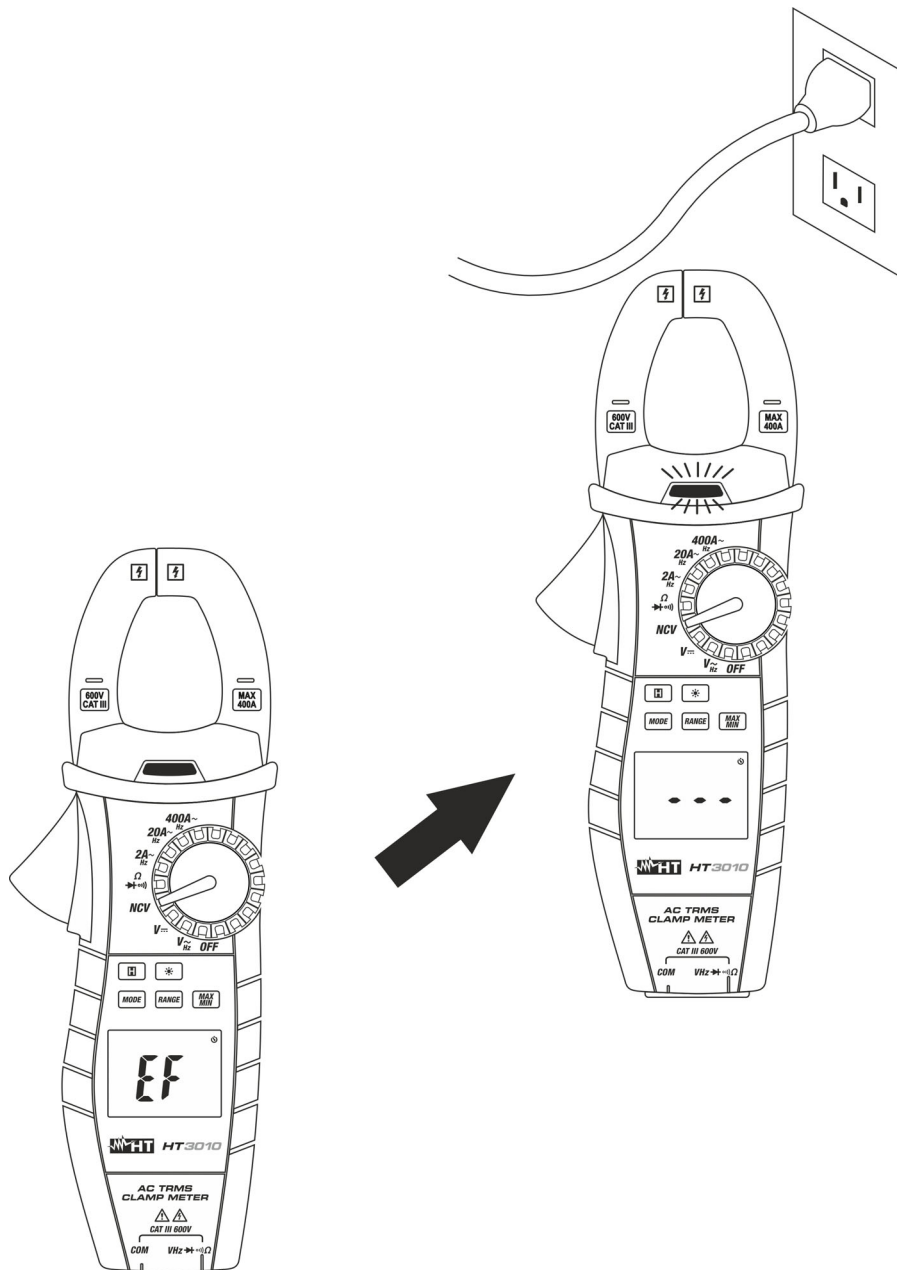

Fig. 4: Rilevazione Tensione AC senza contatto (NCV)
2. Avvicinare lo strumento al punto in esame (vedere Fig. 4)